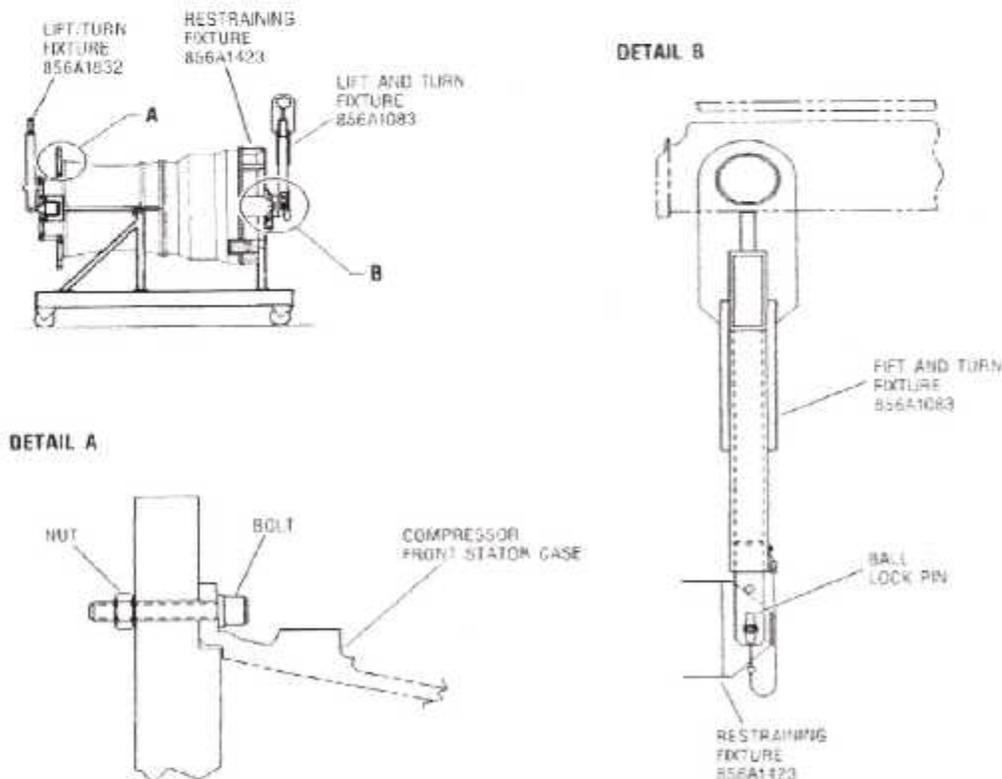

Fig. III.68 : L'Attache du Dispositif Levage / Pivotement, 856A1839G01, sur le Dispositif de Retenu ,856A1423G05.
3. On fixe le Dispositif Levage / Pivotement, (fig. III. 68) sur le Dispositif de Retenu comme suit :